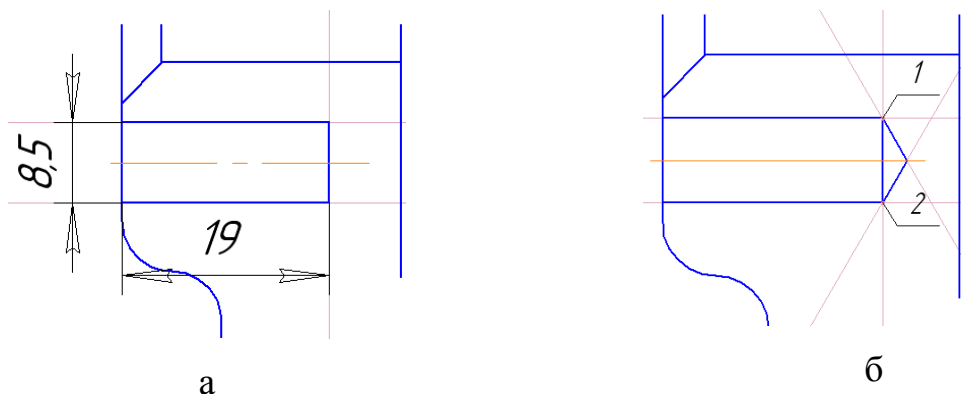

Рис. 144
15.2. У розрізі отвір проєкціюється у вигляді прямокутника. За допомогою кнопки **Параллельные прямые**  будуюмо ширину – 8,5 мм та довжину – 25 мм прямокутника та наводимо його (стиль лінії - **Основная**) за допомогою кнопки **Непрерывный ввод объектов**  (рис. 144,а).
15.3. Для побудови виходу свердла з точки 1 проводимо **Вспомогательную прямую** під кутом 300° , з точки 2 – під кутом 60° . Наводимо лінії як на рис. 144, б (стиль лінії - **Основная**).